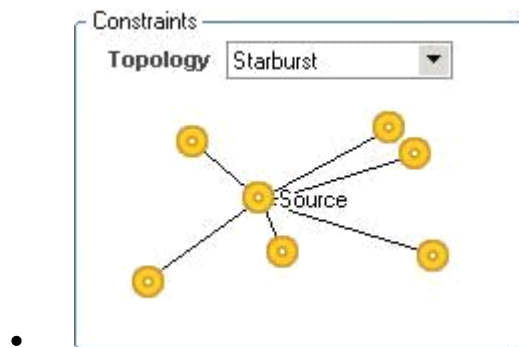

图6-14 Star Burst（星形）规则
- 星形规则设置如图6-14所示，从 Tolpoogy 下拉菜单中选择 Star Burst 选项。该规则也是采用选择一个源点，以星形方式去连接别的节点，并使连线最短。